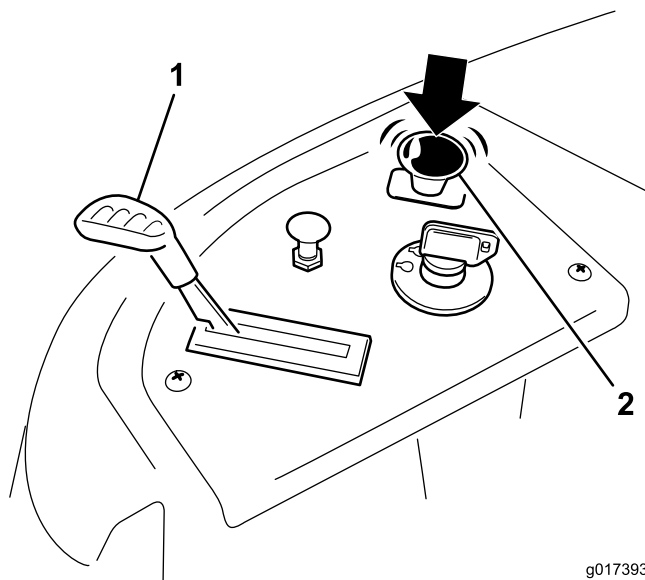

Figura 12
2. Desengate as lâminas movendo o interruptor de controlo da lâmina para Off (Figura 12)